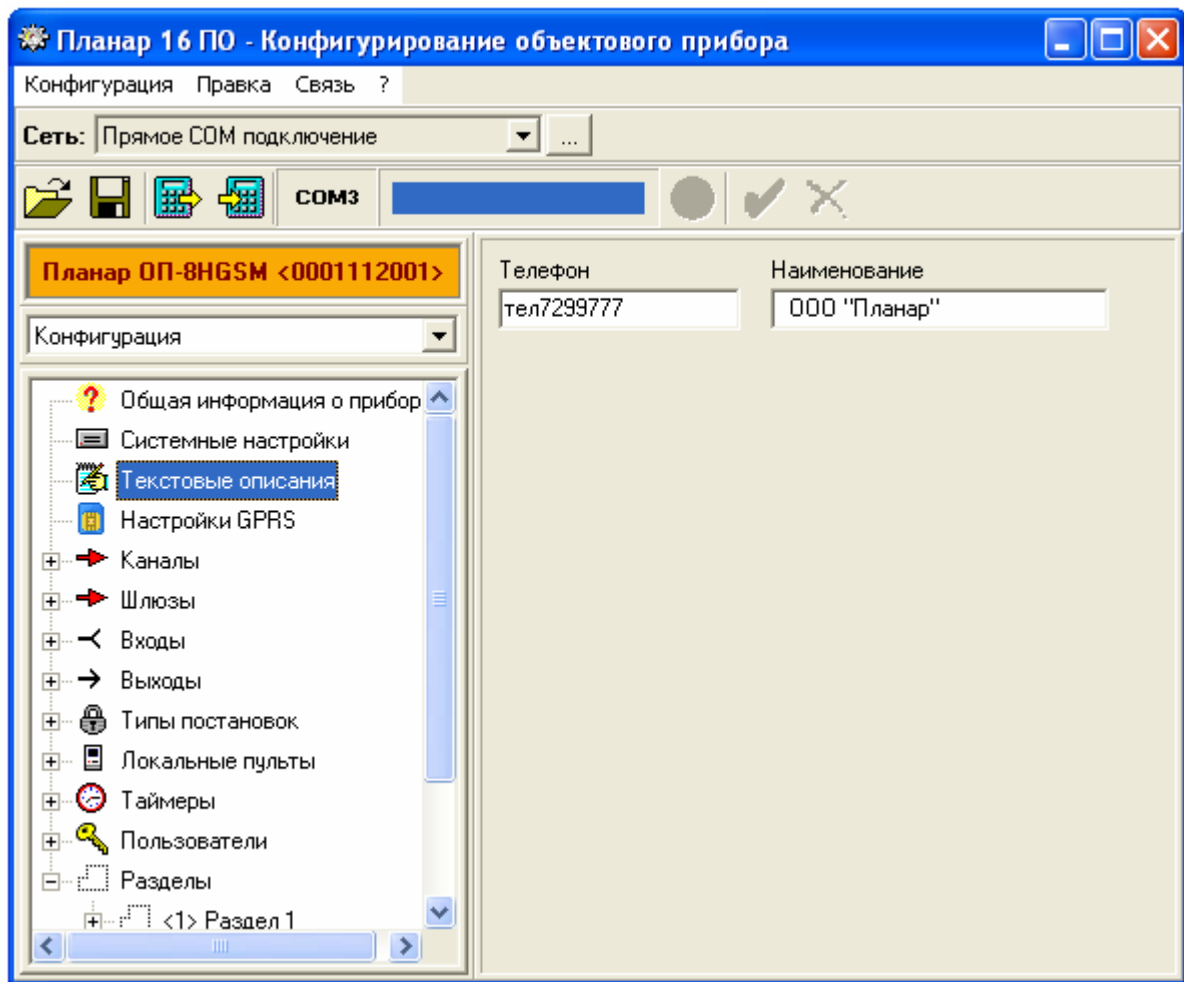

Рис. 12.8 Редактирование текстовых описаний
12.2.3.3 Типовое окно программы конфигурирования объектового прибора при редактирование текстовых описаний приведено на рис.12.8.